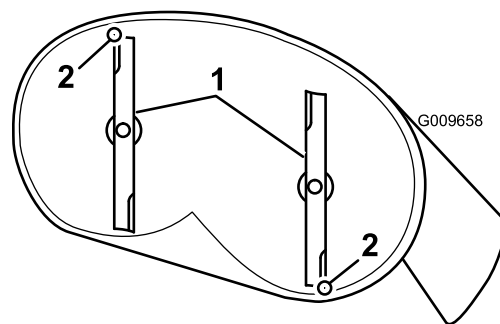

Figura 54
4. Gire cuidadosamente las cuchillas colocándolas en el sentido de avance de la máquina (Figura 54).
5. Mida entre la punta de la cuchilla delantera y la superficie plana y entre la punta de la cuchilla trasera y la superficie plana (Figura 54). Si la punta de la cuchilla delantera no está entre 1.6 y 7.9 mm (1/16 y 5/16 pulg.) más baja que la punta de la cuchilla trasera, ajuste la contratuerca delantera.
8. Compruebe la inclinación longitudinal de nuevo después del ajuste. Siga ajustando la tuerca hasta que la punta de la cuchilla más avanzada esté entre 1.6 y 7.9 mm (1/16 y 5/16 pulgada) más baja que la punta de la cuchilla más atrasada (Figura 54).